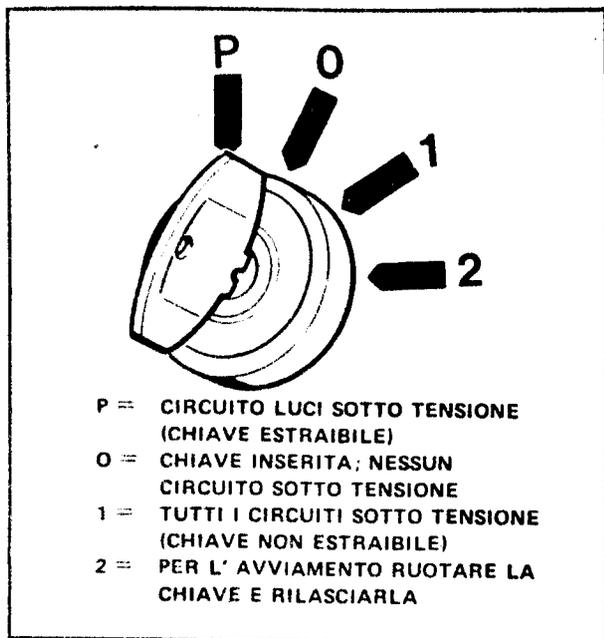

Figura 4. Commutatore a chiave
15. COMMUTATORE A CHIAVE PER ACCENSIONE, PREDISPOSIZIONE SERVIZI ED AVVIAMENTO MOTORE: vedere la figura 4.